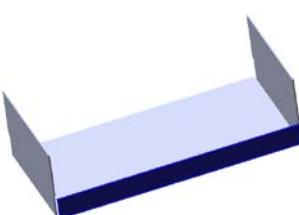
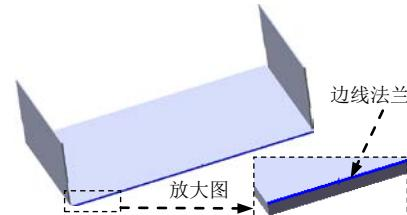

图 11.3.20 边线一法兰 1
图 11.3.21 边线法兰的边线
Step6. 创建图 11.3.20 所示的钣金特征——边线一法兰 1。
(1) 选择命令。选择下拉菜单 **插入(I)** → **钣金(B)** → **边线法兰(E)...** 命令(或单击“钣金”工具栏中的  按钮)。
(2) 定义特征的边线。选取图 11.3.21 所示的模型边线为生成的边线法兰的边线。